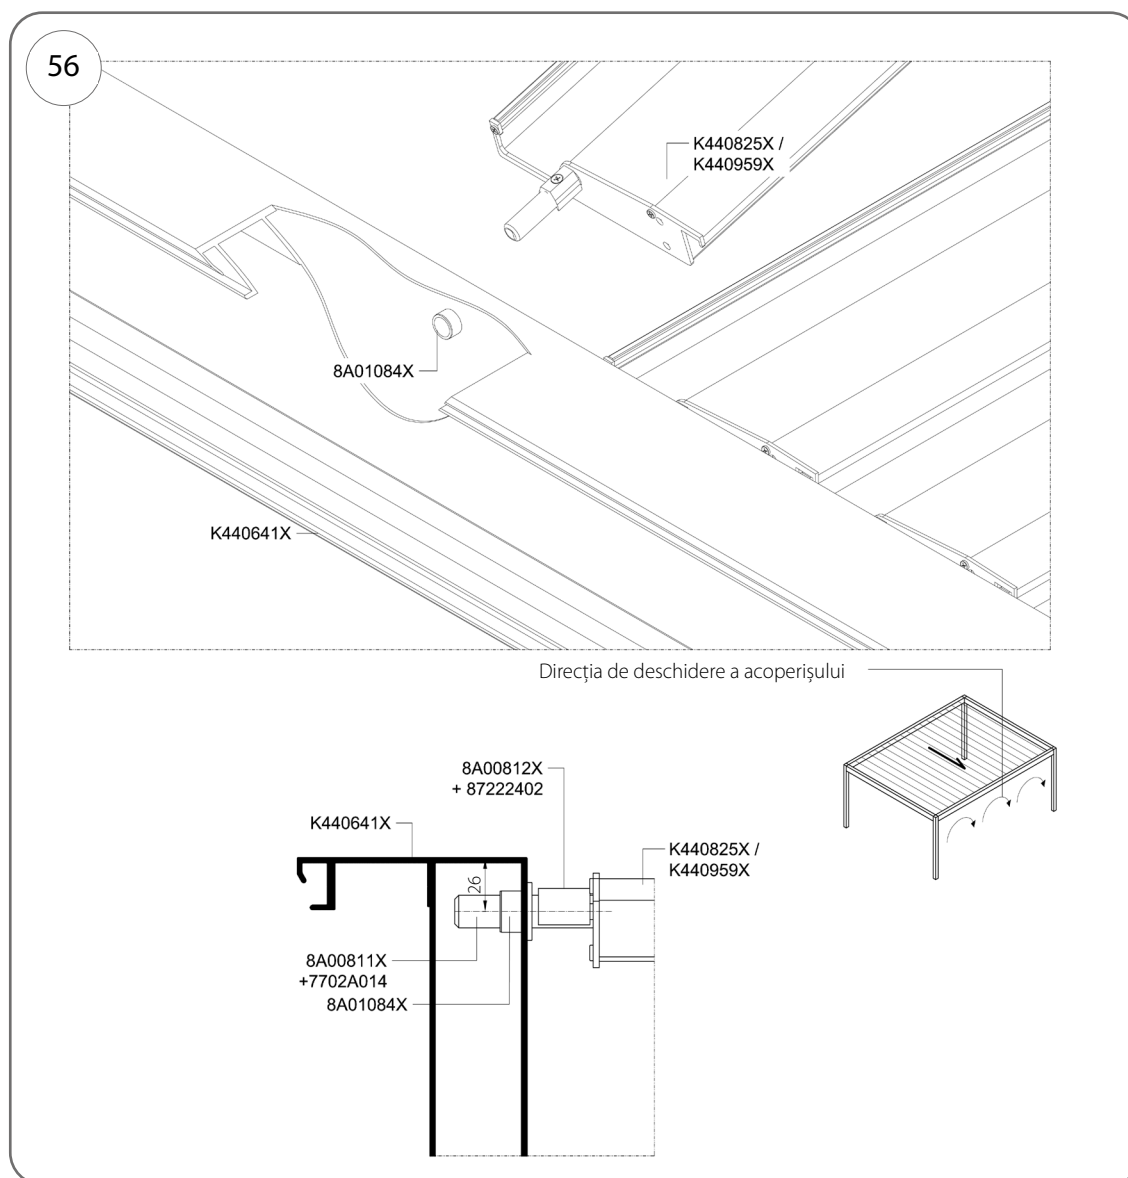

Fig. 56
1. Introduceți axul lamelei în unghi în bucușă 8A01084X (Fig. 56).